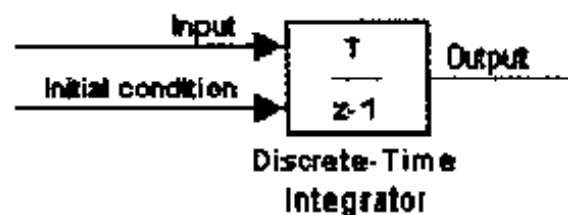

图7.41 在“external”时,模块端口的变化
(2) 定义初始条件。用户可在模块的对话框中将初始条件定义为参数,或从一个外信号输入初始条件。
- 为了从一个外输入源调用初始条件,须指定 Initial condition source 为 external。在输入模块下,出现一个额外的输入端口,如图 7.41 所示: